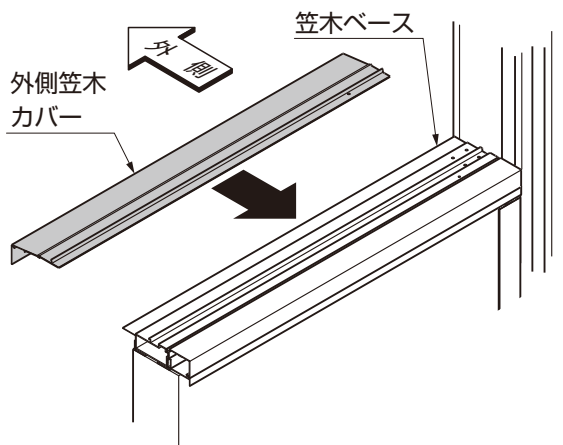

図12-15 内観図
- ④外側笠木カバーを笠木ベースに引っ掛けてください。(図12-15、図12-16参照)